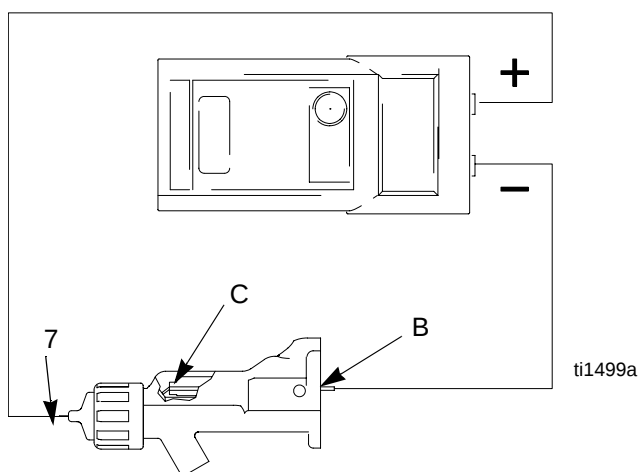

Fig. 17. Test av elektrodens motstånd
1. För in en elektriskt ledande stav (B) i pistolhuset (demonterad för provningen av kraftaggregatet), mot metallkontakten (C) framtill i pistolhuset.
2. Mät motståndet mellan den ledande staven (B) och pistolens elektrod (7). Motståndet skall vara 20–30 Mohm. Se Fig. 17.